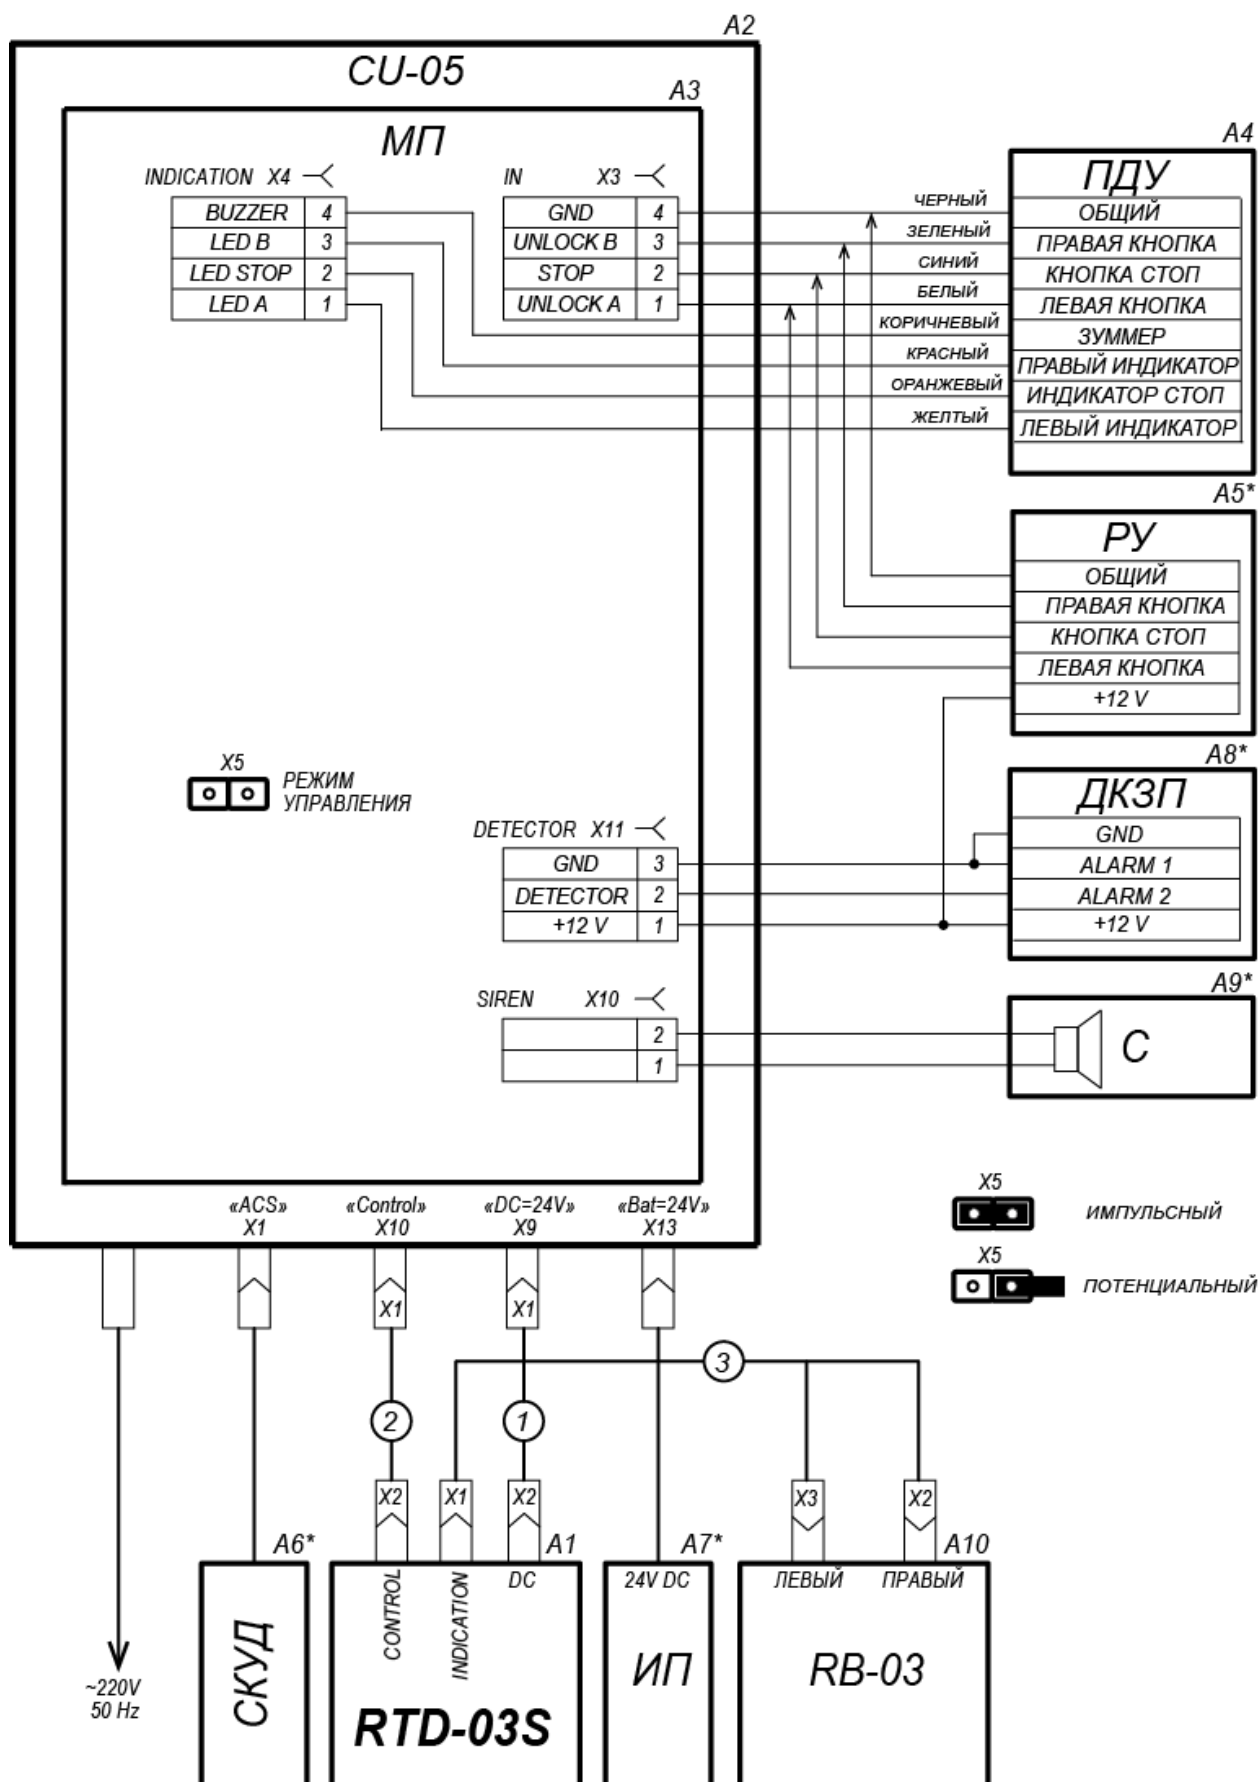

Рисунок 11. Схема электрическая соединений (обозначения элементов схемы см. в табл. 2)
3. Подготовьте в полу кабельные каналы для прокладки кабеля управления (10) и кабеля питания (11) и отверстия под анкера PFG IH 10 для крепления стойки турникета (3 отв. Ø16×60 мм). Установите гильзы анкеров в выполненные отверстия так, чтобы они не выступали над поверхностью пола.
4. Извлеките из транспортировочного ящика и по кабельным каналам проложите от места установки БУ (8) кабели управления (10) и питания (11) к месту установки стойки турникета.
5. Извлеките из транспортировочного ящика стойку турникета и положите ее на заранее подготовленную устойчивую подставку. Подключите кабели управления (10) и питания
- (11) к соответствующим разъемам, расположенным на блоке кабельных разъемов (16) внутри стойки с фланцем (2) в соответствии со схемой электрических соединений (см. рис. 11). Для этого необходимо извлечь блок кабельных разъемов (16), из стойки с фланцем (см. рис. 2). После подключения кабелей установите блок кабельных разъемов (16) внутрь стойки с фланцем (2) на высоту, обеспечивающую возможность дальнейшего монтажа. Установите стойку турникета в вертикальное положение.